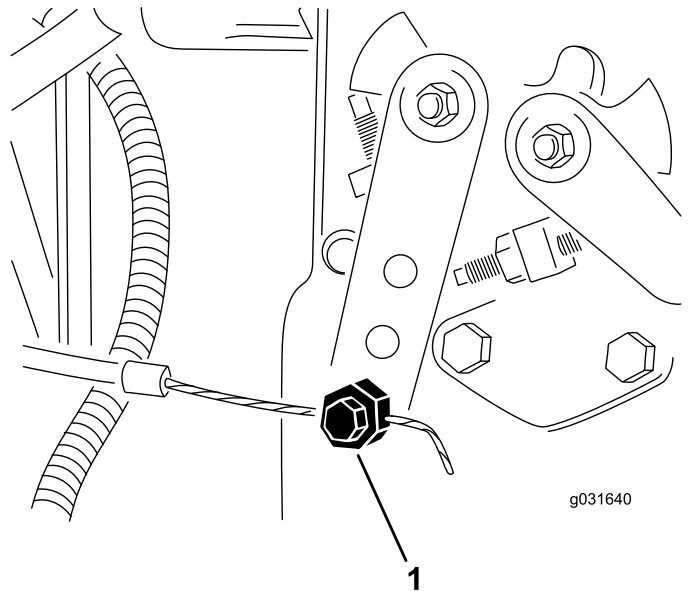

Figure 64
2. Desserrez le connecteur du câble d'accélérateur sur le bras du levier de la pompe d'injection (Figure 64).